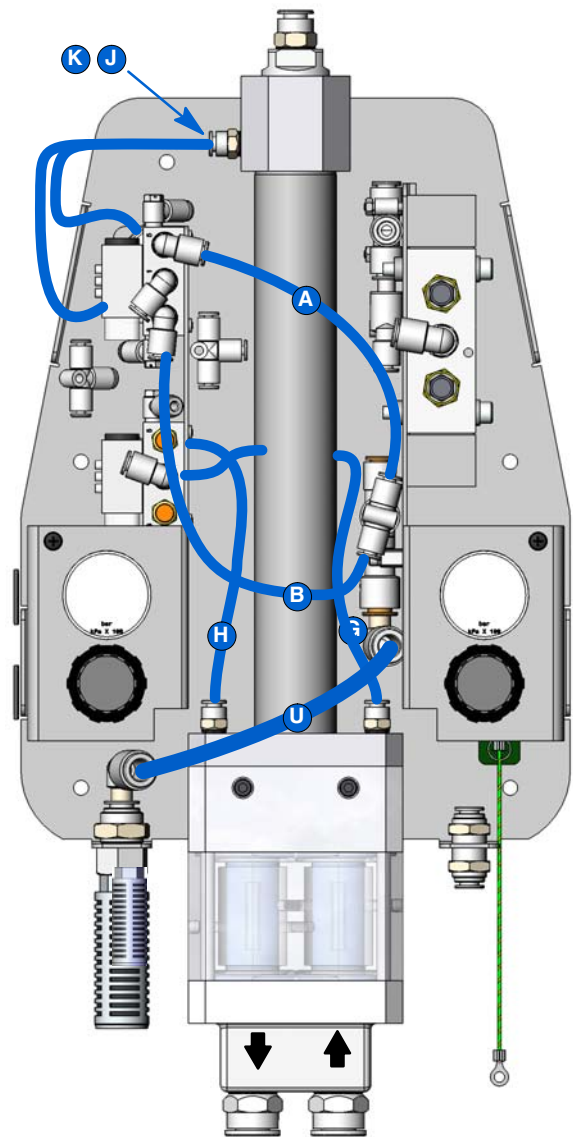
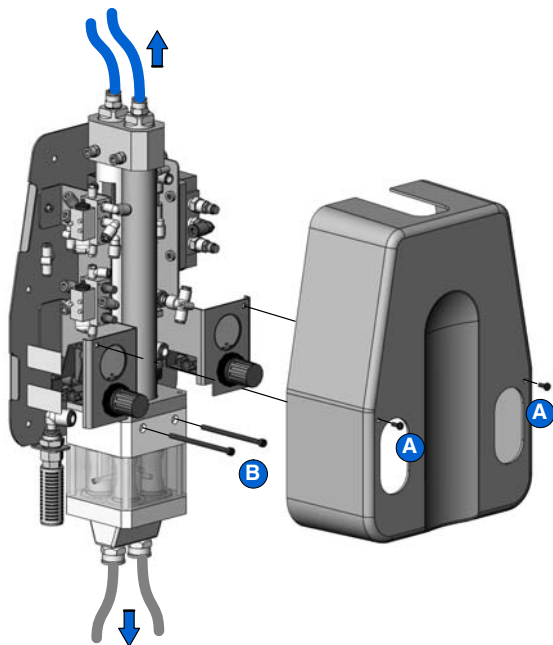

Abbildung 10 Luftschläuche lösen
Abbildung 9 Pumpenbaugruppe abnehmen
1. Siehe Abbildung 9. Die Spülluftleitungen oben von der Pumpe abnehmen.
3. Die beiden Schrauben (A) entfernen und die Abdeckung von der Pumpe abnehmen.
4. Siehe Abbildung 10. Ein Ende jedes der angegebenen sieben Luftschläuche lösen.
HINWEIS: Die Buchstaben in Abbildung 10 entsprechen den Buchstaben in *Schlauchverbindungen* auf Seite 20.
5. Siehe Abbildung 9. Die beiden Schrauben (B) entfernen, mit denen die Pumpenbaugruppe am Sockel befestigt ist. Die Pumpenbaugruppe auf eine saubere Arbeitsfläche legen.